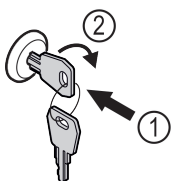

Fig. 145 Beispielhafte Darstellung
- ▶ Schlüssel hineindrücken Fig. 145 (1).
- ▶ Schlüssel um 90° im Uhrzeigersinn drehen Fig. 145 (2).